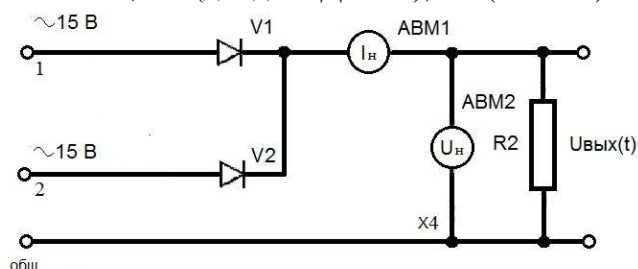

Рис. 4.8. Схема двухполупериодного выпрямителя с нулевым выводом.
3.9. Установить на лабораторном стенде плату № 8 и собрать схему (рис. 4.8) с помощью съемных элементов: V1, V2 (диоды КД103А), R2 (300 Ом).